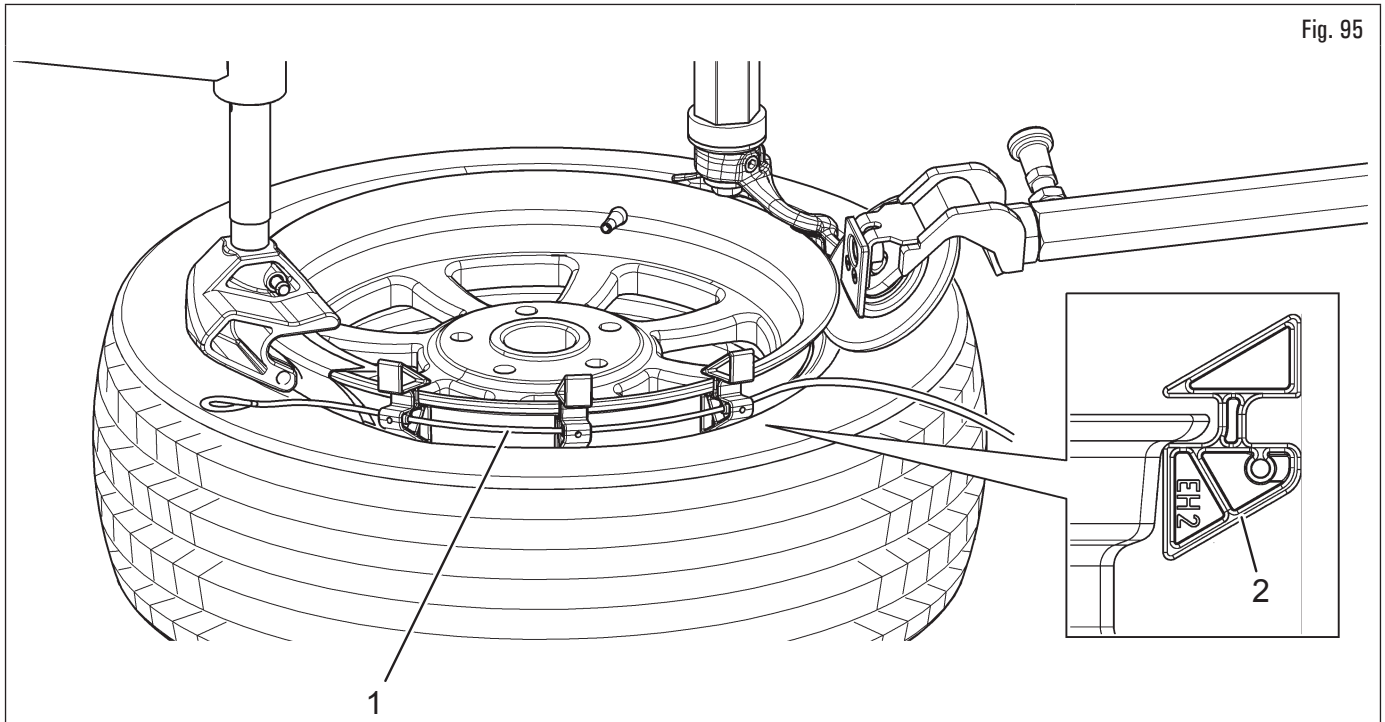

Fig. 95
12. tourner lentement le mandrin dans le sens des aiguilles d'une montre et insérer les 3 cales de la rallonge pousse-talon (Fig. 95 réf. 1) sur le bord de jante entre le disque pousse-talon incliné et l'outil cale, à une distance régulière, avec le côté marqué « EH2 » (Fig. 95 réf. 2) vers le bas ;